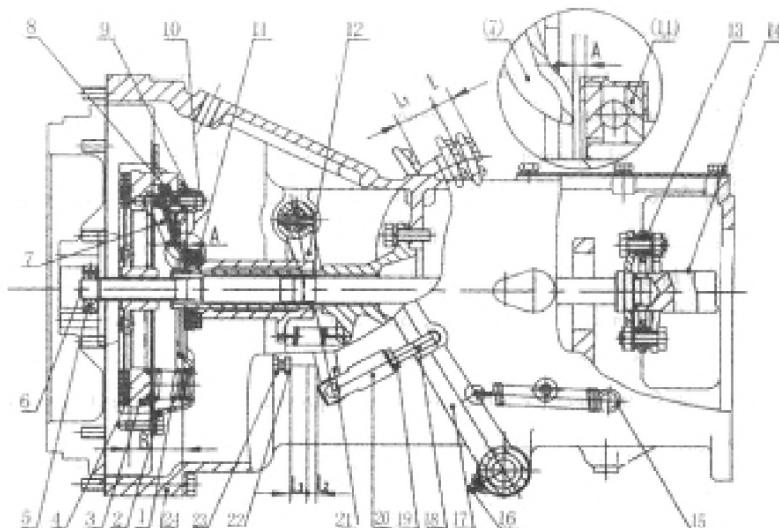

Рисунок 4-1. Сцепление единичного действия.
При установке сцепления, поверните регулировочную гайку (9) (рисунок 4-1), чтобы убедиться, что расстояние между рабочей поверхностью рычага и рабочей поверхностью нажимного диска составляет 45 мм. ( $B - 45$  мм.) Когда сцепление задействовано, расстояние между выжимным подшипником и отжимным рычагом составляет  $2,5\pm0,5$  мм. ( $A=2,5\pm0,5$  мм.). В то же время, рабочие поверхности трех отжимных рычагов должны лежать в одной плоскости, допустимое отклонение составляет 0,25 мм.